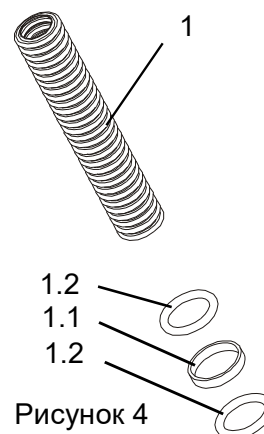

Рисунок 4
- Обработать кольца круглого сечения (1.2) согласно L5, и натянуть полимерную втулку (1.1) на новый гибкий металлический шланг (1), для этого оставить свободными два первых межреберных пространства (2), (рисунок 4).
- Обработать согласно L5 уплотнительные зоны на гибком металлическом шланге (1) и муфте (4).
- Встречным ходом вставить с двух сторон стопорные шайбы (3) в межреберные пространства (2), следующие за кольцом круглого сечения (1.2).
- Вводить гибкий металлический шланг (1) вместе со стопорными шайбами (3) в участок герметизации муфты (4) до тех пор, пока стопорные шайбы (3) не соприкоснутся с концом муфты (4).
- Затянуть стопорные шайбы (3) двумя винтами (5) с моментом затяжки 7 Нм.